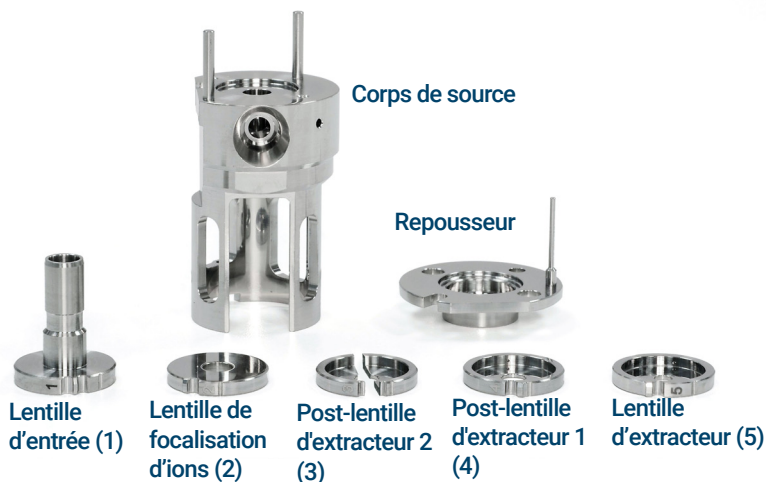

Figure 56. Pièces EI HES 2.0 à nettoyer
- 2 Récupérer les pièces suivantes pour les nettoyer, dans le cas d'une source EI HES 2.0 : (Voir **Figure 56** page 204.)
- Lentille d'extracteur (5)
- Post-lentille d'extracteur 1 (4)
- Lentille divisée postextracteur (3)
- Lentille de focalisation d'ions (2)
- Lentille d'entrée étendue (1)